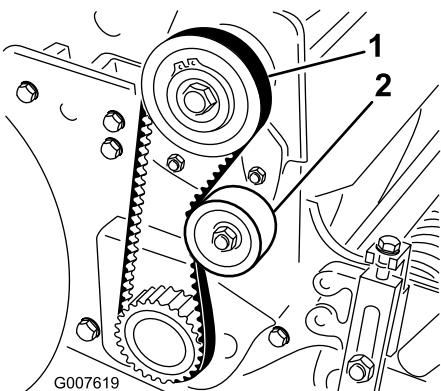

Figura 29
2. Compruebe la tensión presionando la correa en el punto intermedio entre las poleas (Figura 29) con una fuerza de 1,8 a 2,3 kg. La correa debe desviarse 6,4 mm.
- Afloje la tuerca de montaje de la polea tensora y pírote la polea tensora en el sentido de las agujas del reloj contra la parte trasera de la correa, hasta obtener la tensión deseada (Figura 29).